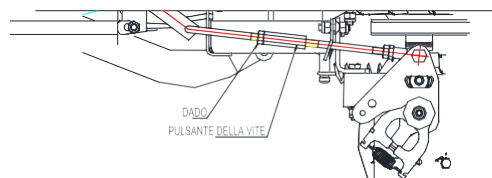

FIG 10 Regolazione della pompa LH
- e) Posizionare la leva di comando del movimento sinistro in posizione neutra. Allentare il controdado sulla leva. Ruotare il tenditore al centro della leva per regolare la lunghezza del transaxle idrostatico sinistro in modo corretto fino all'arresto della ruota. Tirare leggermente la leva quando è in folle. La leva di controllo del movimento rimbalzerà in posizione neutra grazie alla potenza di reazione della molla. Le ruote si fermeranno o torneranno leggermente indietro. Dopo averlo fatto, serrare il controdado. Vedere la FIG 10.